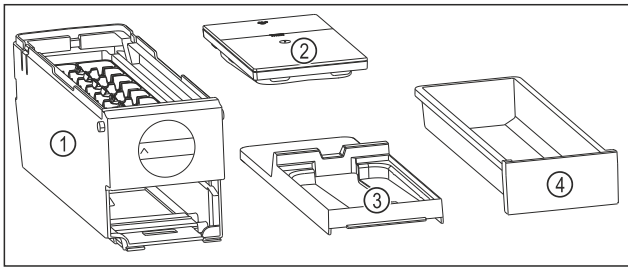

Fig. 113 Съставни части на EasyTwist-Ice
- ▷ EasyTwist-Ice е разглобен на четири части. (виж Fig. 113)
- ▶ Разглобявайте EasyTwist-Ice само на изобразените съставни части. (виж Fig. 113)
- ▶ Почистете корпуса на EasyTwist-Ice Fig. 113 (1) като едно цяло.